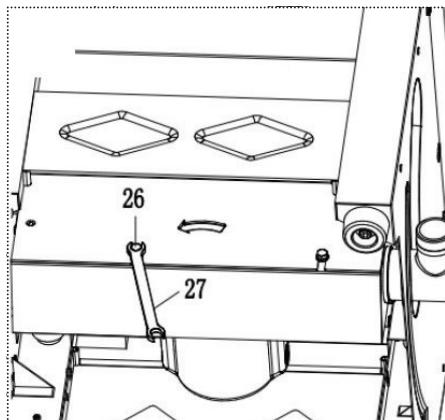

Рис. 12
26. Винт фиксации защитного кожуха пильного диска (рис. 12)
27. Рожковый ключ (рис. 12)
Используйте гаечный ключ, чтобы снять фиксирующий винт боковой панели (26) (рис. 12).